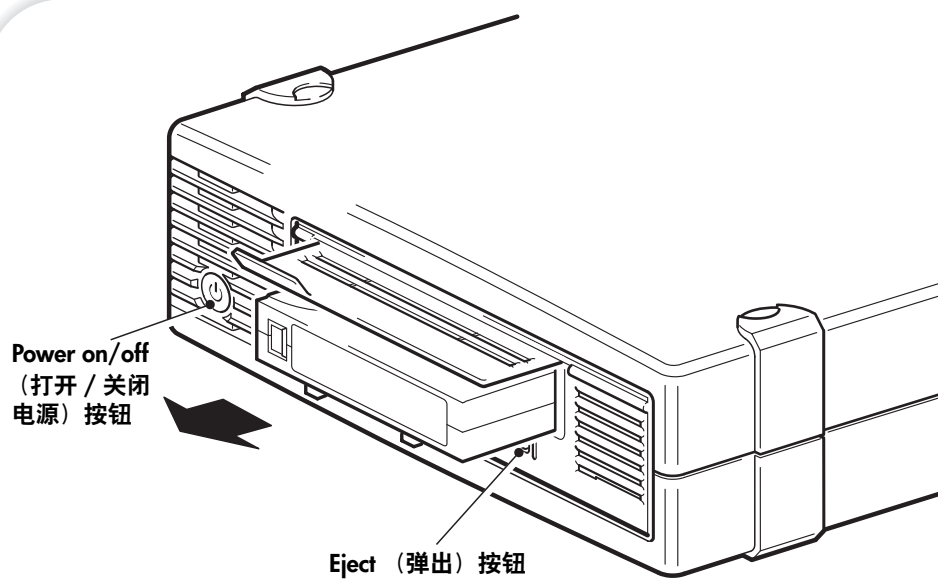

图 7b: 退出盒式磁带
- 1 按下前面板上的“Eject”（弹出）按钮。（见图 7b。）